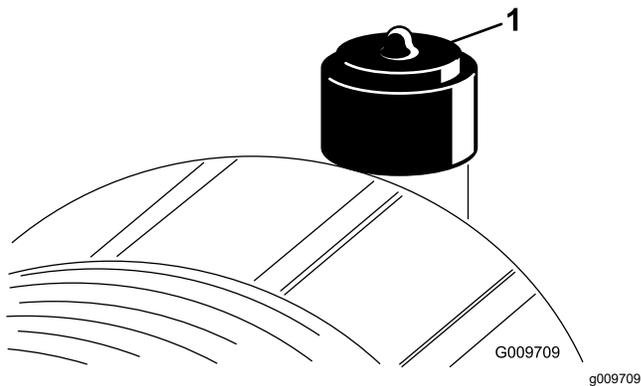

Bild 72
Warten Sie den Luftfilter nur, wenn die Wartungsanzeige dies angibt (**Bild 72**). Das frühzeitige Auswechseln des Luftfilters erhöht nur die Gefahr, dass Schmutz in den Motor gelangt, wenn Sie den Filter entfernen.
8. Stellen Sie die Anzeige (Bild 72) zurück, wenn sie auf Rot steht.